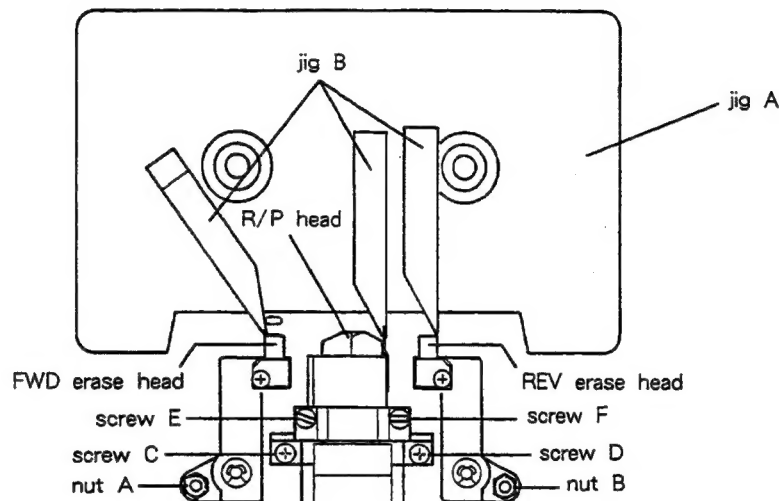

Fig. 2-6
- 1). Set jig A as shown in Fig. 2-6, then set the deck to FWD/PLAY mode.
If it doesn't, adjust Allen nut A shown in Fig. 2-6.
- If the head is both high (or low) in FWD and REV modes, replace the spacer under screws C and D (Fig. 2-6) with a thin (or thick) one. (Add or remove the same number of spacers with the same thickness for both screws C and D.)
- 1). 図2-6のように治具Aをセットし、FWD/PLAYモードにする。
そうでない場合は、図2-6の六角ナットAを調整する。
- FWD, REVでヘッドの高さが共に高い(低い)場合、ネジC, D (図2-6) の下のスペーサーを板厚の薄い(厚い)ものに換える。(C, D共同の厚さのスペーサーを同枚数増減すること)
- 7). Play back the 10 kHz signal on test tape MTT-256 in FWD/PLAY mode, then adjust FWD azimuth adjustment screw E (Fig. 2-6) so that the phase difference between the L and R channels is 0°.
- 7). FWD/PLAYモードでテスト・テープ MTT-256の 10kHzを再生して、LchとRchの位相差が 0° になるようにFWD用アジマス調整ネジE (図2-6) を調整する。